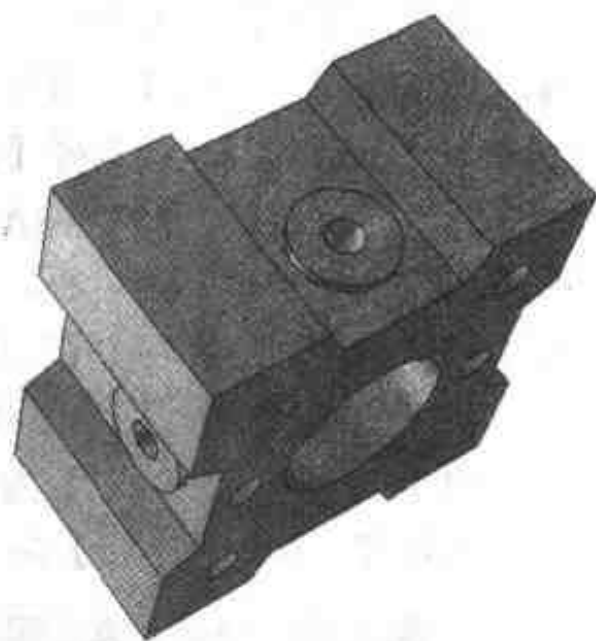

图 3.78 生成链接的钻套
- (7) 按 F10 键, 关闭【三维球】命令, 结果如图 3.78 所示。